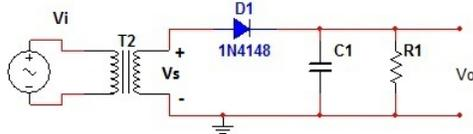

Figura 4. Retificador de meia onda com filtro capacitivo.
- a) Construa o circuito da figura 4.